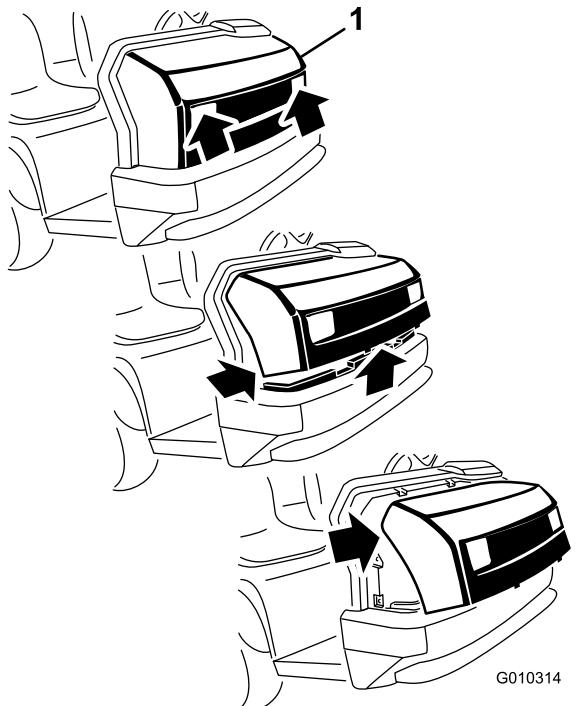

Figura 28
2. Ruotate verso l'alto la parte inferiore del cofano in modo da estrarre le linguette di montaggio superiori dalle fessure del telaio Figura 28.
3. Ruotate in avanti la parte superiore del cofano e scollegate i connettori dei fili dai fari (Figura 28).
2. Inserite le linguette di montaggio superiori nelle fessure del telaio (Figura 28).
3. Inserite le linguette di montaggio inferiori nelle fessure del telaio (Figura 28).
1. Afferrate il cofano dalle aperture dei fari, sollevatelo per sganciare le linguette di montaggio inferiori dalle fessure del telaio (Figura 28).